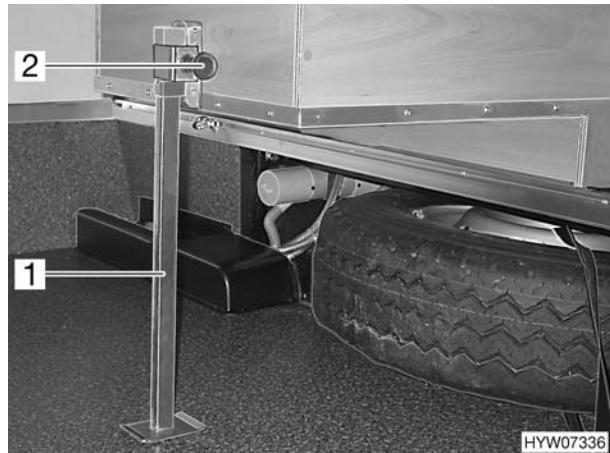

Fig. 218 Puntello nel gavone di coda (B 674)
Nel modello B 674 è montato un puntello (Fig. 218,1) di metallo nel gavone di coda. Prima di estrarre la ruota di scorta il puntello deve essere spostato verso l'alto.
- Svitare la vite a testa cilindrica zigrinata (Fig. 218,2).
- Spingere il puntello (Fig. 218,1) verso l'alto.